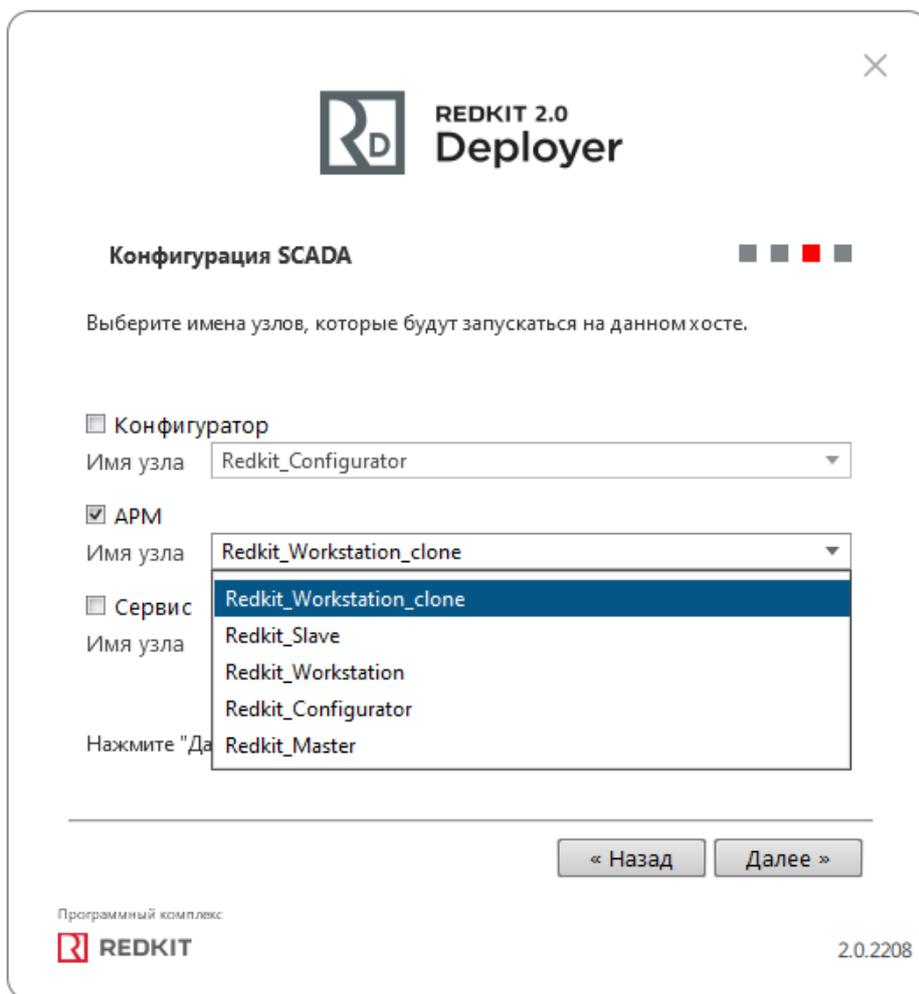

Рисунок 91 - Узлы
- Отметьте только узел **АРМ** и в выпадающем списке выберите наименование узла для данного АРМ (Рисунок 91). Нажмите **Далее**.